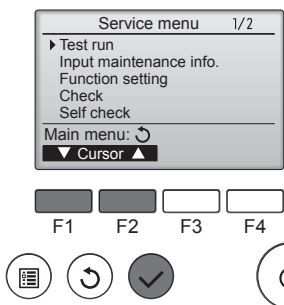

Fig. 6-3
- ③ Selecteer "Test run" (Proefdraaien) met de toets of en druk op de toets . (Fig. 6-3)